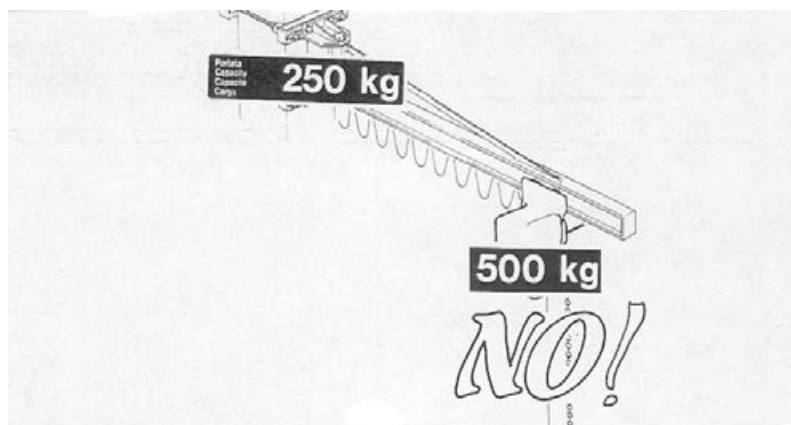

Fig.16
3. les caractéristiques de l'appareil de levage (palan/chariot), au cas ou il ne soit pas dans la fourniture Donati, doivent être compatibles avec celles de la potence (cf paragraphe 2.2.7) à: (fig.16)